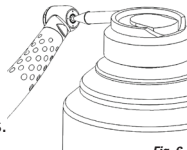

Fig. 6
4. Insérez l'adaptateur dans le mandrin et pulvérisez pendant 1 à 2 secondes (figure 6).